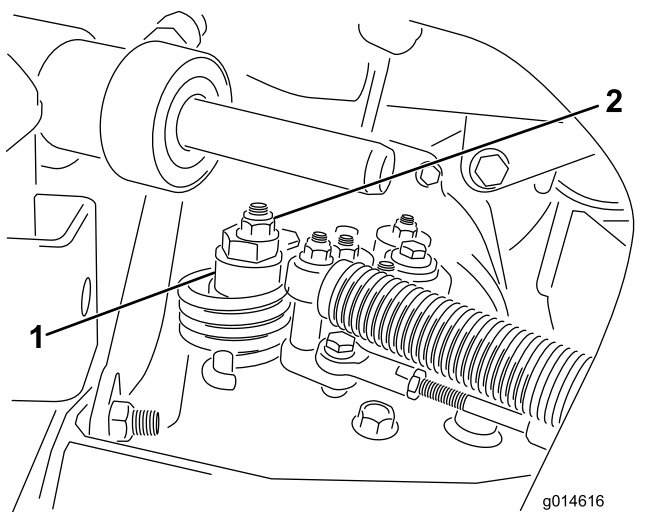

Figura 51
- A. Liberte a porca que fixa o disco excêntrico ao cimo do hidróstato (Figura 51).
(Figura 51). Verifique se o ajuste é o adequado colocando o regulador nas posições Lento e Rápido.